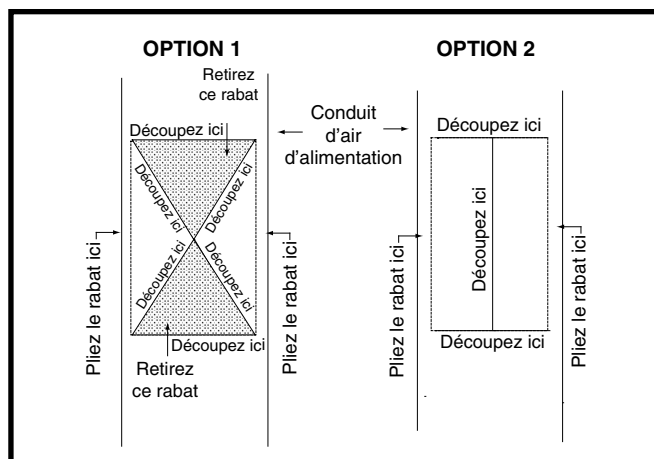

Figure 11. Ouvertures étroites de conduit d'air
- Tracez et découpez le haut du conduit d'alimentation en air tel qu'indiqué dans l'Option 1 ou l'Option 2. Consultez la Figure 11 \(page 7\). **REMARQUE :** Si l'Option 1 est sélectionnée, découpez le métal dans la zone ombrée.